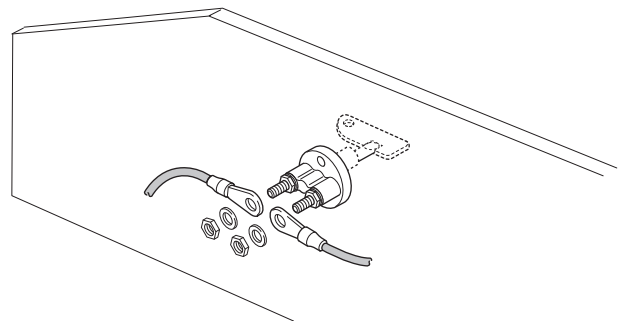
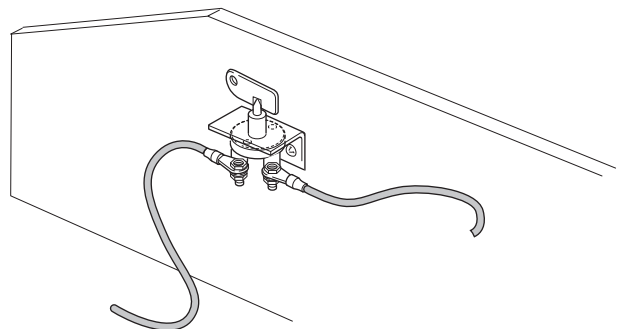

Abb. 46
Abb. 47
- ▶ Eine geeignete Befestigungsmöglichkeit für den Batterietrennschalter wählen (siehe Einbaubeispiele Abb. 46, Abb. 47).